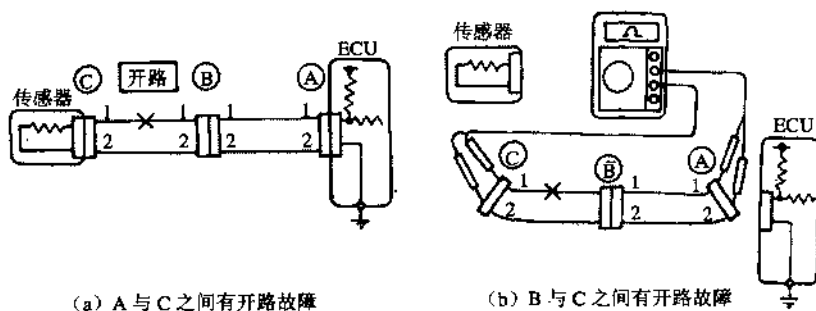

图 2.3 用测量电阻的方法检测开路故障
如图 2.3 所示为用测量电阻的方法检测开路故障,方法如下。
(1) 脱开连接器 B 与 C,测量 A 与 C 间的电阻。如果连接器 A 端子 1 与连接器 C 端子 1 之间不导通,而连接器 A 端子 2 与连接器 C 端子 2 之间导通,则说明连接器 A 端子 1 与连接器 C 端子 1 之间有开路故障,如图 2.3 (a) 所示。
(2) 脱开连接器 B,测量连接器 A 与 B、B 与 C 之间的电阻,如果连接器 A 的端子 1 与连接器 B 的端子 1 之间导通,而连接器 B 的端子 1 与连接器 C 的端子 1 之间不导通,则说明
连接器B的端子1与连接器C的端子1之间开路,如图2.3(b)所示。